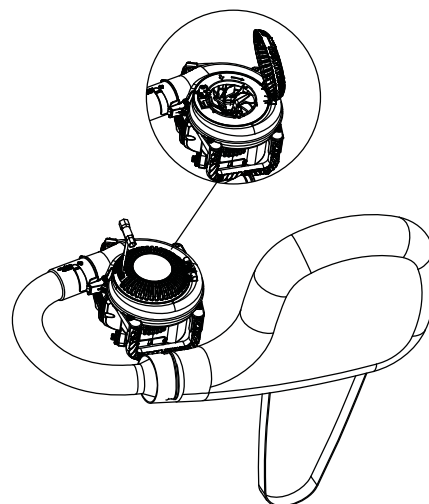

Fig. 6
3. Inserte la punta de un destornillador de cabeza plana o la llave de bujía (proporcionada) verticalmente en la ranura de la cubierta de entrada de aire, gire la herramienta en sentido contrario a las agujas del reloj para desbloquear la cubierta de entrada de aire y abrirla (Fig. 6).